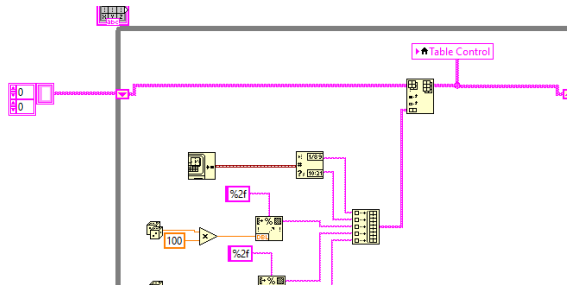

Рис.9.4. Додавання «Get Date/Time In Seconds»
13. Додати «Get Date/Time In Seconds» та «Get Date/Time String», виконати підключення рис.9.4.